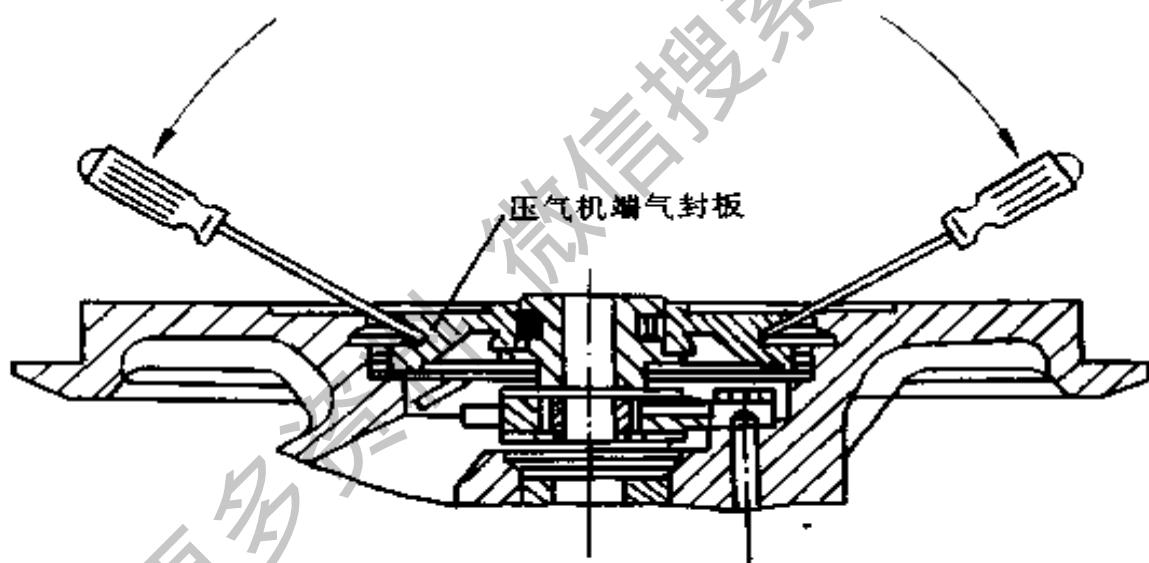

图 3-9 拆卸气封板的方法
(3) 取出压气机叶轮“4”后,用手托住涡轮叶轮,把附有涡轮转子轴的中间壳从虎钳上取下置于工作台上。然后用手轻轻压涡轮转子轴在压气机端的螺纹中心孔端面,取出涡轮转子轴。取出转子轴时应十分小心,切不可将转子轴上螺纹碰及浮动轴承“16”内孔表面。
(4) 用圆头钳取下中间壳内压气机端的孔用弹性挡圈“25”,并用两把起子取下压气机端气封板“11”,如图 3-9 所示,并从中间壳上取出挡油板“12”、压气机端推力片“8”、隔圈“10”,再从压气机端气封板中压出轴封“7”,然后在手指上套上两个用细铁丝做成的圆环,取出轴封上的两个弹力密封环“9”。